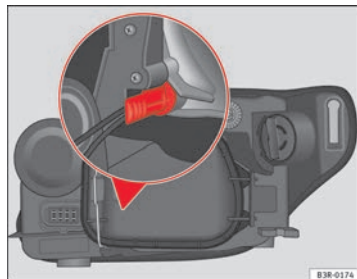

Fig. 213 Feux de position. Base du support d'ampoule en position verticale
- Introduisez l'ampoule dans la douille, en vous assurant que la base du support de l'ampoule soit contre la paroi en position verticale ⇒ fig. 213 et appuie sur celui-ci.